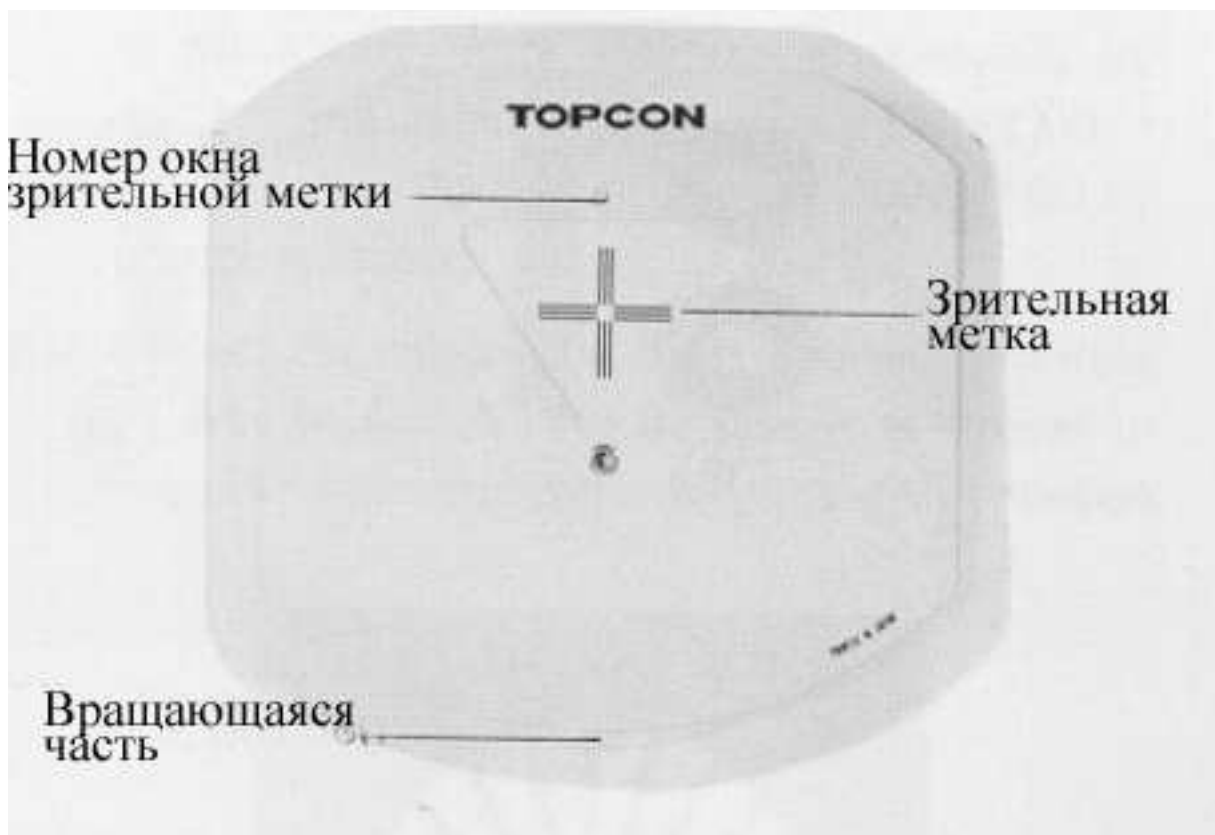

Рис.24
б) Вращающаяся карточка ближней точки (Рис.24)
B) При таких условиях пациент не сможет увидеть чётко проектируемую таблицу. Постепенно добавляйте минусовое увеличение. В случае г. А., уменьшайте S постепенно, поворачивая диск сферической линзы (12): 2.00  $\rightarrow$  1.75  $\rightarrow$  1.50 до 0.5. Оно покажет –1.00 (100 по оранжевому числу).
С) Спроектируйте астигматическую таблицу и спросите, как он её видит. Г. А. скажет, что видит её как показано на рис. 24. Поверните вращающуюся дисковую шкалу цилиндрической линзы (16) на  $90^\circ$  с сообщенной самой чёрной линии (Рис.27). (Если пациент сообщит, что все линии были одинаковыми, у него нет астигматизма).